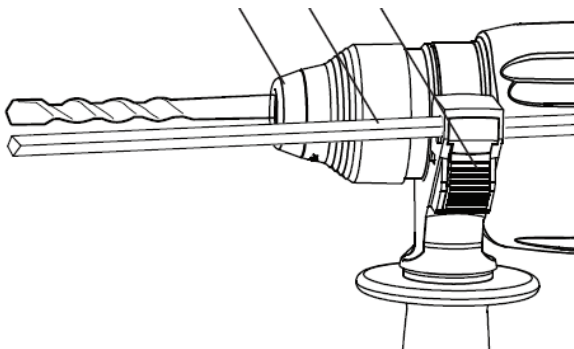

Рисунок 4. Встановлення обмежувача глибини свердління.
5.1.3 Встановити обмежувач глибини свердління (рис. 4)